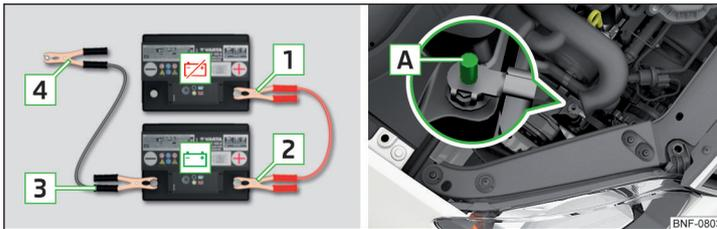

Fig. 157 Ayuda de arranque: - batería descargada, - batería que suministra corriente / punto de masa del motor en el sistema START-STOP
- En vehículos **con** el sistema START-STOP, fijar el borne **4** en el punto de masa del motor **A** » fig. 157.